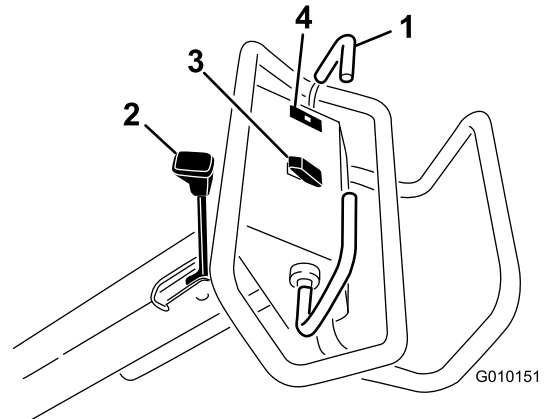

図 11
前へ押しすと前進します。後へ押しすと後退します 図 11。
- レバーをハンドル側に引き上げると駐車ブレーキがかかります 図 11。
エンジンオイルの圧力が危険域まで下がると点灯します **図 11**。万一このようなことが起こった場合には、エンジンを止めて原因を調べてください。必ず修理してから運転を再開してください。
ヘッド上昇 – スイッチ **図 11** の上部を押すとコアリングヘッドが上昇して作動が解除されます。この動作は油圧動作ですので、エンジンが掛かっている必要があります。コアリングヘッドが移動走行高さまで上昇しない場合には **システム制御回路のリセット (ページ 24)** を参照してください。
下降/エアレーション開始 – スイッチ **図 11** の下部を押すとコアリングヘッドが下降してエアレーションを開始します。走行ベイルが「前進」位置にセットされていないと、このスイッチは入りません。